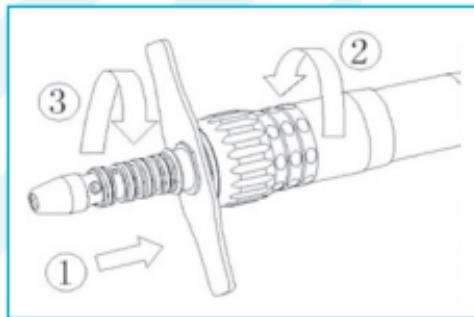

Fig. 6-4
- Avvitare l'accoppiatore LED sul cavo della turbina (Fig. 6-4①).
- Serrare il tappo a vite del cavo della turbina con la chiave (fornita con il dispositivo medico). (Fig. 6-4②③).